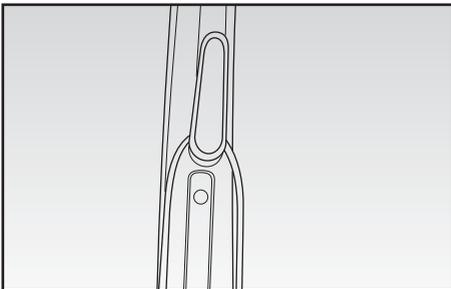

Abb. 14
- Das Gerät wieder zusammensetzen und wegräumen, nachdem das Kabel um den Aufwickler (A) auf der Rückseite gewickelt wurde (Abb. 14).